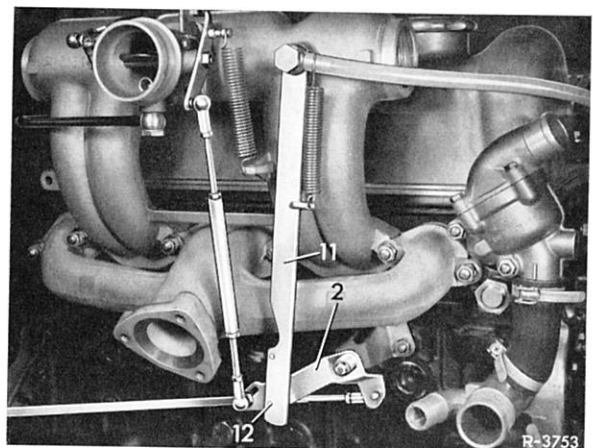

Bild 27–3/7
Einstellehre mit der Vollgasraste in den Zwischenhebel einhängen (Bild 27–3/7).
Klemmschraube vom Kugelkopf (3) des federnden Zuggestänges (1) am Zwischenhebel lösen und Kugelkopf in der Kulissee soweit verschieben, bis die Drosselklappe voll geöffnet ist (Bild 27—3/7). Klemmschraube des Kugelkopfes (3) festziehen.